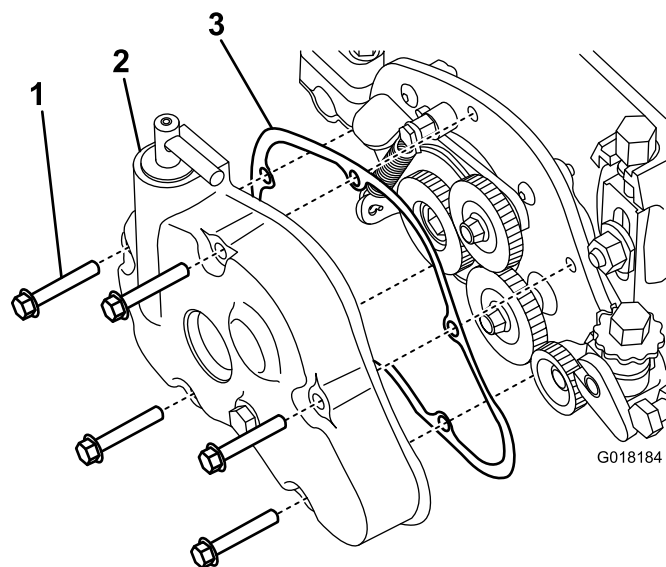

Figura 26
1. Retire la cubierta de la caja de engranajes de la carcasa del groomer (Figura 26).